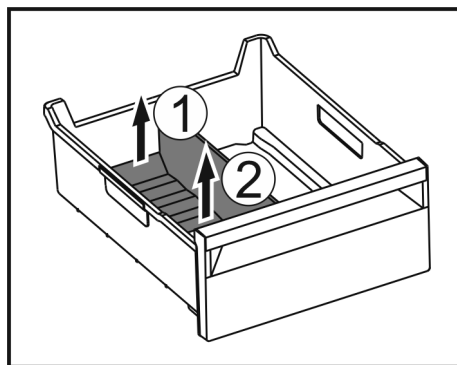

Fig. 186
- Sollevare la parte posteriore del divisore dello scomparto del ghiaccio. Fig. 186 (1)
- Rimuovere il divisore dello scomparto del ghiaccio verso l'alto. Fig. 186 (2)